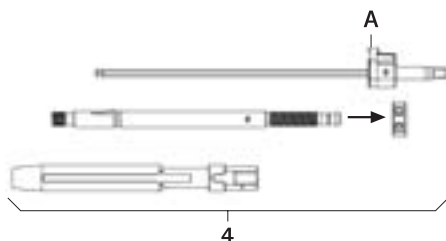

Fig. 2
- Desmontar a alavanca de reposição 4, ver Fig. 2: Premir fortemente a cabeça A e retirar a chave de fendas FW234R.